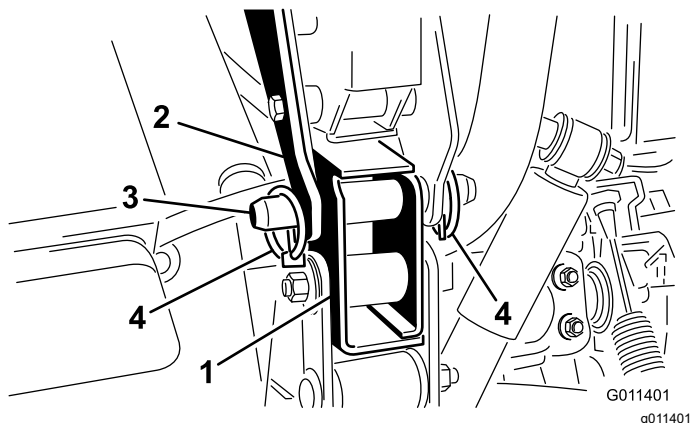

Figura 9
7. Fissate ogni staffa di montaggio posteriore al telaio del veicolo Workman con un perno con testa e 2 coppie ad anello (Figura 9).